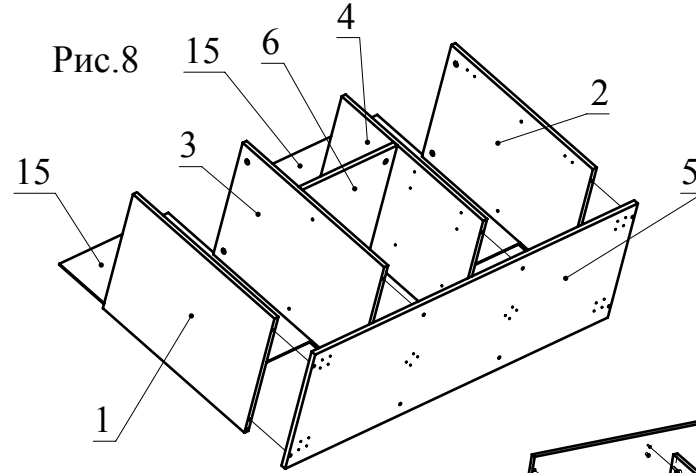

Рис.8
4. С помощью конфирматов соедините детали 2,3 и 4,5, вставьте детали 15 (2шт) в пазы (Рис.8).